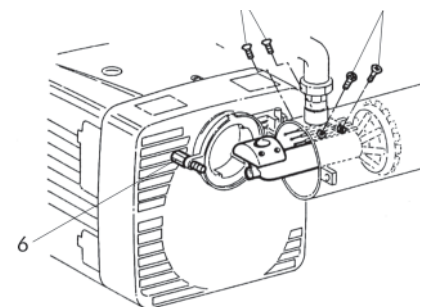

fig.6
- Pour accéder au tuyau d'alimentation et aux électrodes, enlever la charnière 6 et les vis 7 (fig.6).